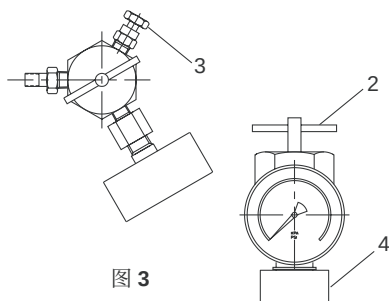

图 3
- (A) 从蓄能器上取下保护罩。
- (B) 参见图 3。完全拧开充气设备上的“T”型手柄(2) (顺时针方向)，将固定螺母(4)拧入膜片式蓄能器充气端，装上充气 and 测压组件。
- (C) 关闭放气阀(3)。
- (D) 逆时针转动“T”型手柄(2)，直到转不动为止。
- (E) 在检查完充气压力后，沿顺时针方向将“T”型手柄(2)完全拧紧；然后，打开放气阀(3)，排出充气设备中的残留气体。
- (F) 夹紧“T”型手柄(2)，使其不能转动，松开螺母(4)，从蓄能器上拆下充气组件。
- (G) 拧紧六角螺栓到 14.5 ft-lb +3 (20 Nm +9) 力矩。
- (H) 重装保护罩。
对于使用图 5 所示充气阀的蓄能器，按照步骤 A ~ D 安装图 3 所示的测压组件。然后，打开放气阀(3)，排空蓄能器中的所有气体。再拆下测压组件。现在，就可以安全地从液压系统中拆下蓄能器了。